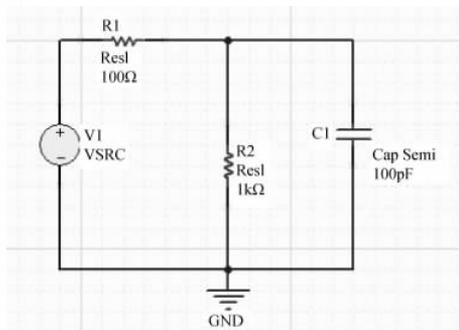

图 3-6 为电路中的所有元器件分配唯一的标识符
(4) 单击 AD 主界面下的工具栏内的连线按钮,将这些元器件和直流源按照图 3-6 所示的方式进行连接。
(5) 按照前面所介绍的为元器件分配标识符的方法,为电路中的元器件和直流源分配唯一的标号,图 3-6 给出分配完标识符后的原理图界面。
(6) 修改 V1、R1 和 C1 的参数设置。下面以修改 V1 的参数为例：
① 双击图 3-6 内的 V1 信号源图标。